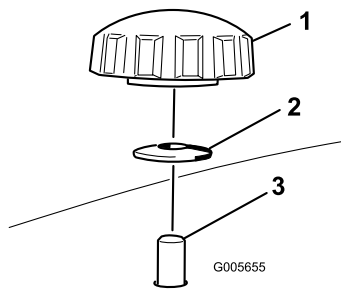
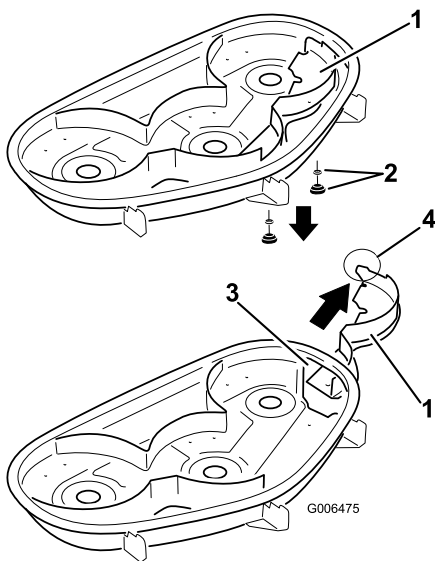

Bild 21
Bild 22
4. Nehmen Sie die beiden Handräder und die Wellenscheiben ab, mit denen das rechte Ablenkblech am Mähwerk befestigt ist, wie in Bild 21 dargestellt.
5. Nehmen Sie das rechte Ablenkblech ab und senken Sie das Grasablenkblech über der Auswurfkanalöffnung ab, wie in Bild 22 und Bild 21 dargestellt.
4. Schieben Sie das rechte Ablenkblech durch die Auswurfkanalöffnung und befestigen Sie diese mit den zwei Handrädern und Wellenscheiben (kappenförmige Seite zum Mähwerk), wie in Bild 21 und Bild 22 dargestellt.